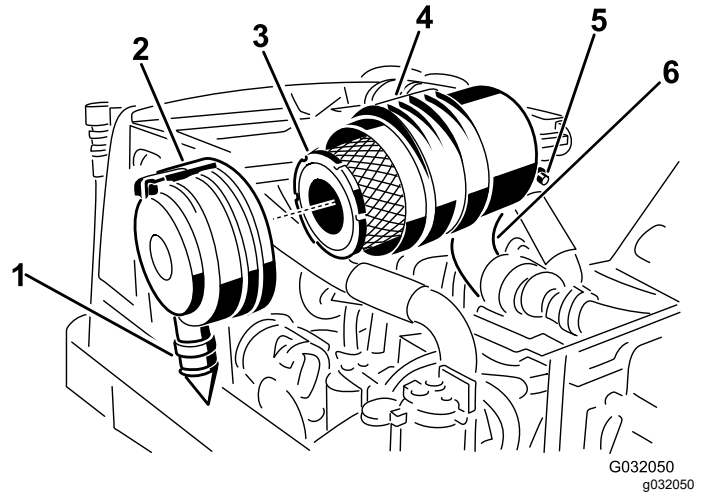

Figure 47
- Déposez le préfiltre (Figure 47).
- Remplacez le préfiltre (Figure 47).
7. Montez le couvercle en dirigeant la valve de sortie en caoutchouc vers le bas, entre les positions 5:00 et 7:00 heures vu de l'extrémité, puis verrouillez-le en place (Figure 47).